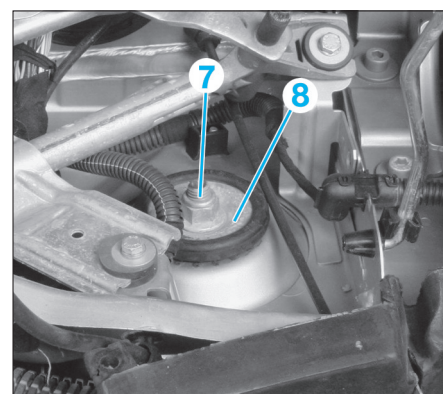

FIG. 4
- l'écrou (4) de fixation de la bielle (5) de barre stabilisatrice (6) sur l'élément de suspension.
- l'écrou (7) de fixation supérieure en retenant l'élément de suspension (Fig.4).
- la coupelle (8).
- Présenter l'élément de suspension et reposer un écrou neuf avec sa coupelle supérieure de fixation (8) sans le bloquer dans l'immédiat (Fig.4).
- Reposer des boulons neufs des fixations inférieures (1) de l'élément de suspension et les serrer également au couple (en plaçant la clé dynamométrique sur l'écrou et en maintenant la vis).
- Bloquer l'écrou de fixation supérieure (7) de l'élément de suspension (Fig.4).